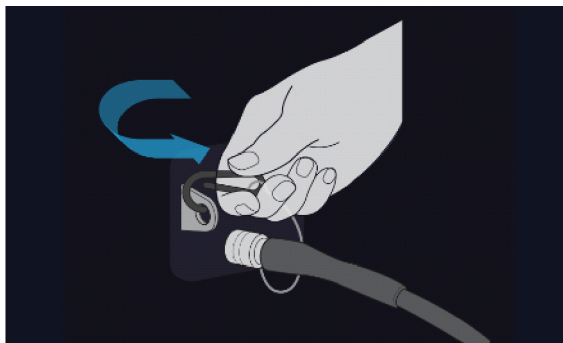

Figura 9. Atașati cablul de siguranță la consolă
3. Fixați cablul de siguranță de la capătul liniei de aprovizionare cu gaz de clema de siguranță de pe consolă. (consultați Figura 9)